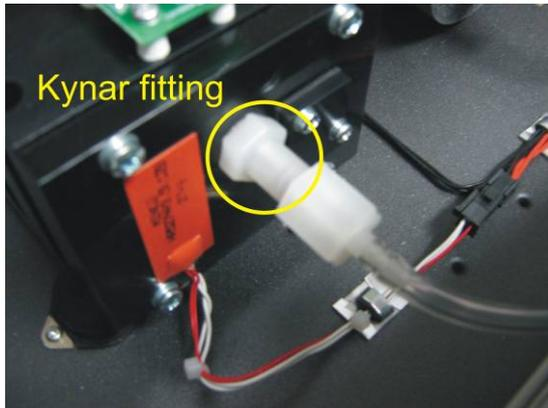

Figure 57 – Raccord en Kynar contenant l'orifice et le filtre fritté
2. Dévisser l'écrou en Kynar du raccord (dans le sens anti-horaire) situé sur la **cellule de mesure** (voir la Figure 57).